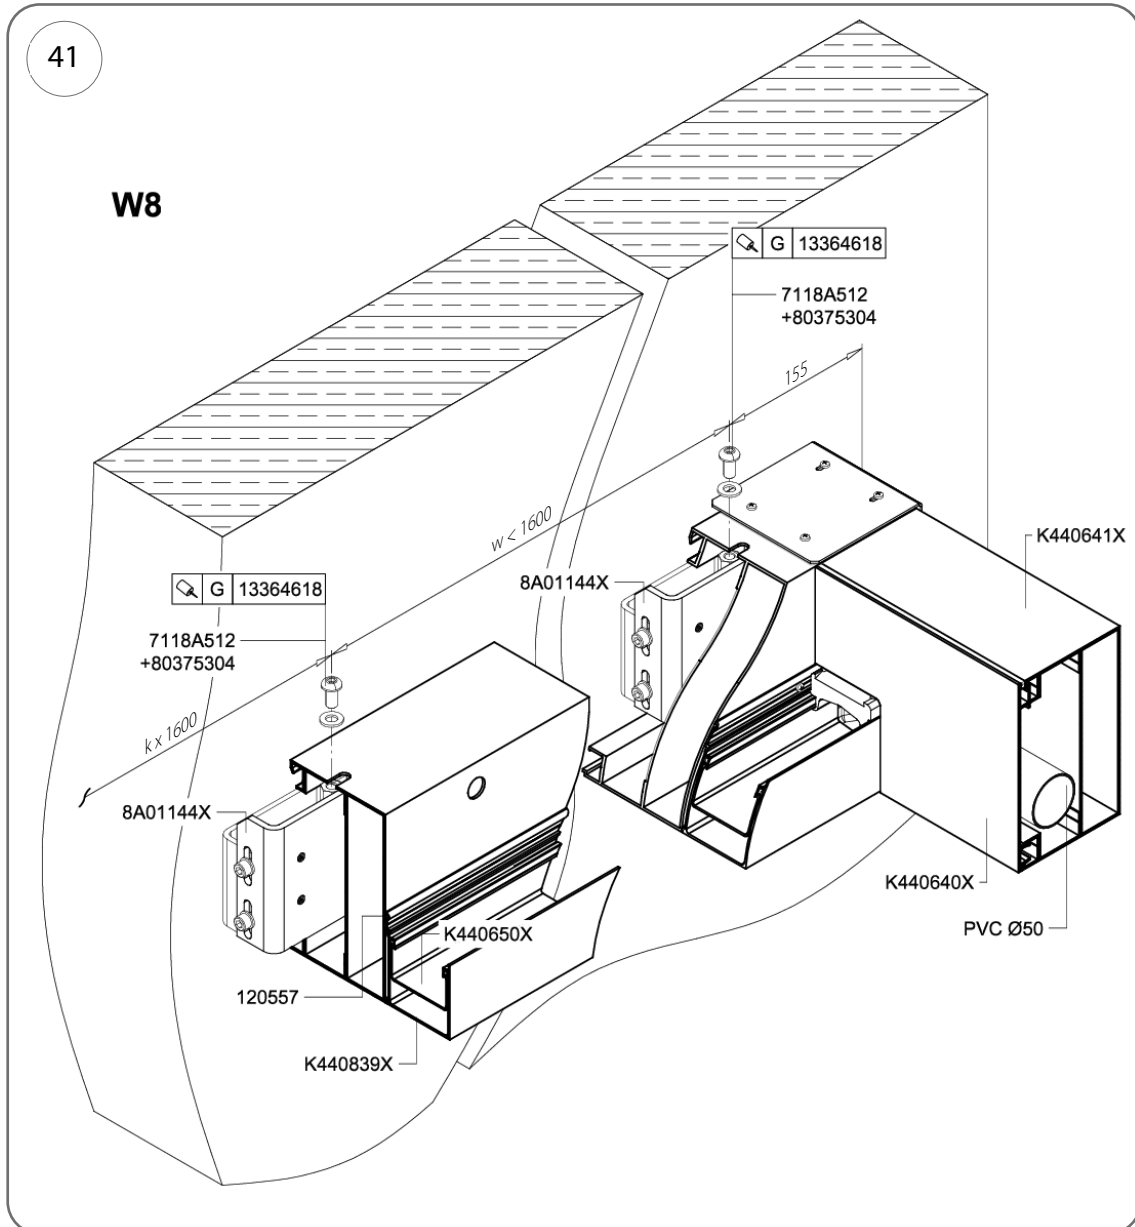

Fig. 41
2. Marquez sur le mur les points correspondant aux trous oblongs fraisés dans la face supérieure de la poutre murale, comme indiqué sur la fig. 41 ; les trous extérieurs doivent se trouver à 155 mm des extrémités des poutres et la distance entre les supports intermédiaires ne doit pas dépasser 1 600 mm.